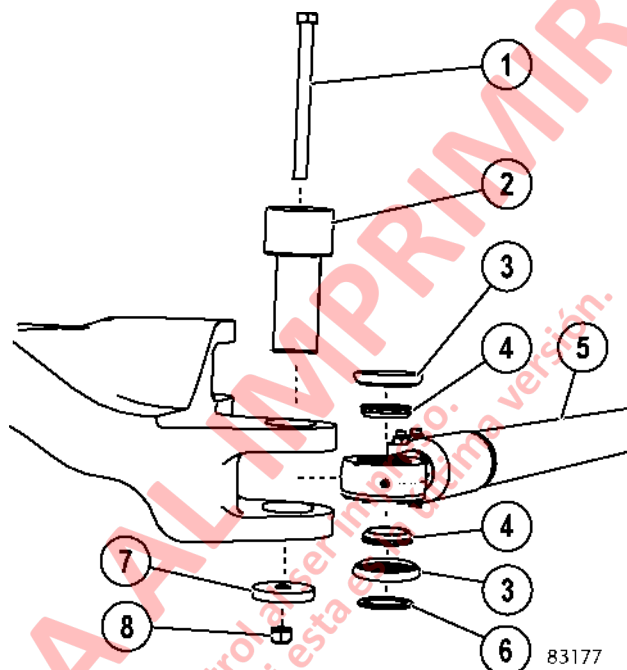

FIGURA 3-12.MONTAJE TÍPICO DE ENLACE DE VÁSTAGO
4. Quite las tuercas (8, figura 3-12), retenedores (7) y pernos (1) de ambos extremos de enlace de vástago.
5. Retire los pasadores (2) de cada extremo de enlace de vástago y moverlos a un área de trabajo limpia. Espaciadores de rodamiento (4) estarán libres cuando se retira el pasador. **Asegúrese que los espaciadores de rodamiento no caerán fuera y se dañarán al sacar el pasador.**
7. Retire los sellos (3), los espaciadores (4) y la arandela (6).
1. El enlace de vástago (5, figura 3-12) pesa aproximadamente 165 kg (364 lb). Utilice un dispositivo de elevación apropiado para levantar el enlace en la posición del camión.
2. Alinee los espaciadores de rodamiento (4), sellos (3) y las arandelas (6) con las perforaciones de pasador en ambos brazos de dirección.
3. Instale pasadores (2), pernos (1) y retenedores (7) y asegure con tuercas de seguridad (8).
4. Apriete ambas tuercas de seguridad (8) a $1\ 017 \pm 102\ \text{N}\cdot\text{m}$ ($750 \pm 75\ \text{ft}\cdot\text{lb}$).